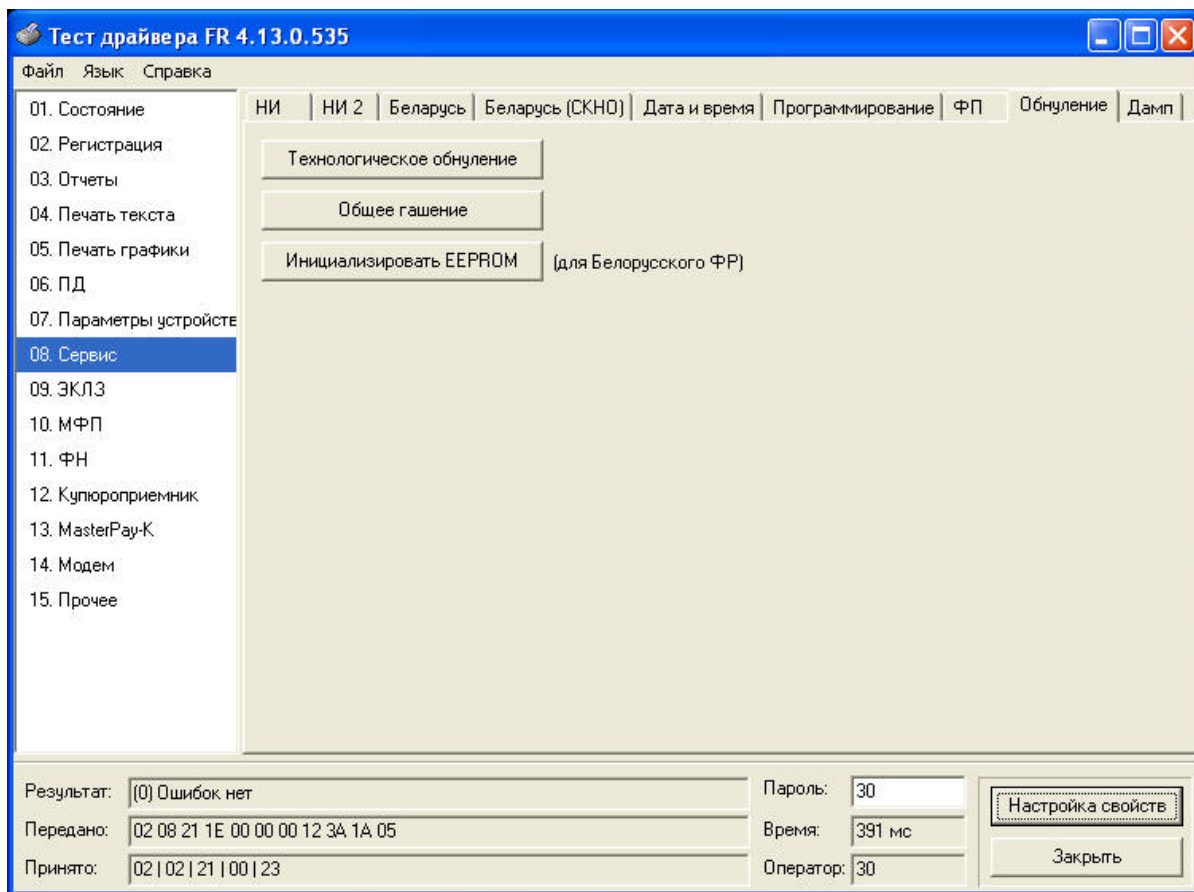

Рисунок 66: Технологическое обнуление
8. Перейдите на закладку «06.Сервис» программы «Тест драйвера ФР». В меню «Обнуление» нажать кнопку «Технологическое обнуление». Убедитесь, что ответ «Ошибок нет». Процедура технологического обнуления запущена. Рисунок 66.